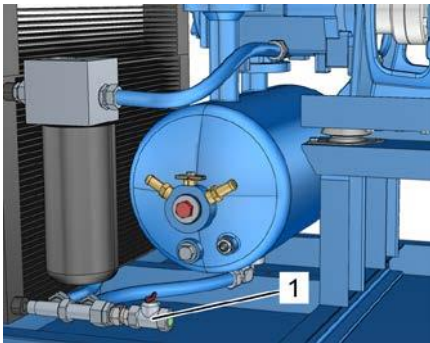

Рис. 37: Отверстие для слива охлаждающей жидкости
5. Осторожно откройте отверстие для слива охлаждающей жидкости (Рис. 37/1) и проверьте вытекающую жидкость.
7. Закройте отверстие для слива охлаждающей жидкости (Рис. 37/1) ↪ Приложение В «Моменты затяжки винтов» на странице 126.